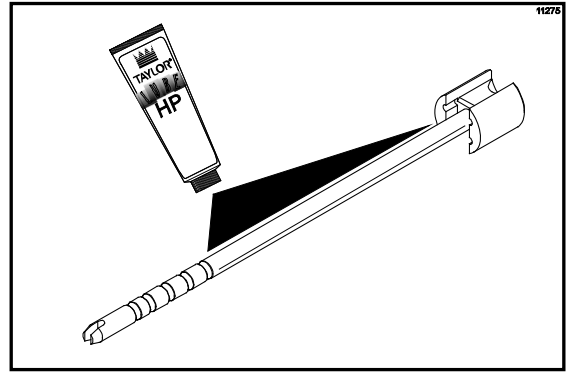

Figure 123
13. Lubrifier l'arbre de la lame du centrifugeur, jusqu'au niveau de la rainure (Cf. Figure 123).